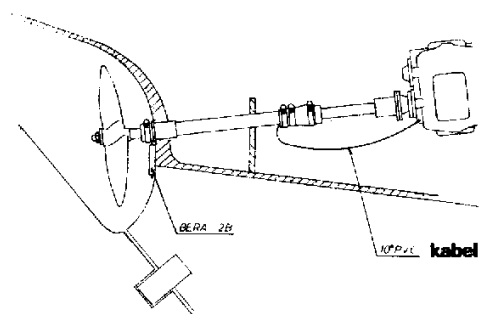

Fig. 19
3.11. Controleer of er een elektrische verbinding is tussen schroefaskoker en keerkoppeling (Fig. 19).